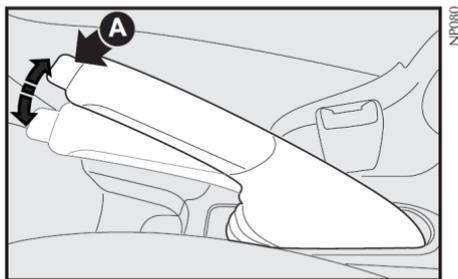

fig. 1
Freno de estacionamiento - fig. 1
- 1) Levante un poco la palanca y presione el botón A-fig. 1.
- 2) Con el botón presionado baje la palanca. El testigo (A) se apaga.